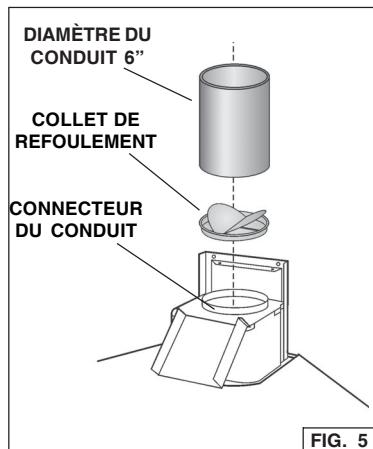

FIG. 5
1. Installez le collet de refoulement dans le conduit relié à la hotte (fig. 5).
2. Attachez un conduit arrondi en acier d'une longueur de 6" au connecteur du conduit de la hotte (fig. 5).